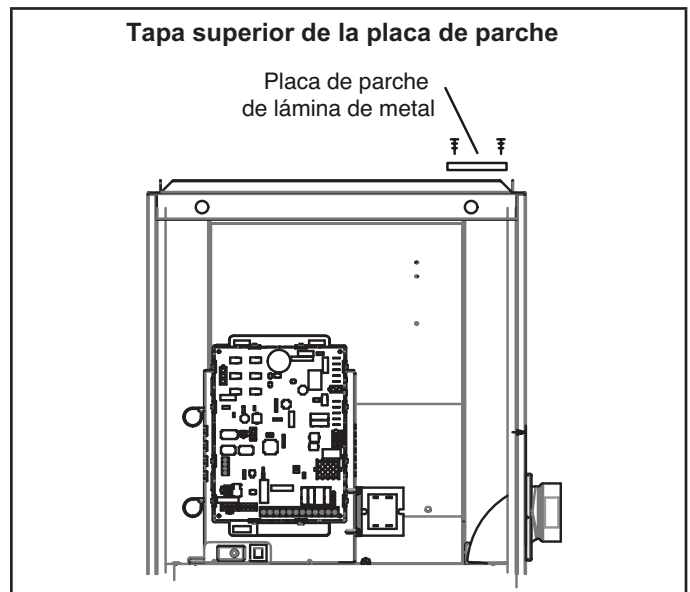

FIGURA 16
- 8 - Reutilice la placa de parche para cubrir el agujero en la tapa superior. Ver la FIGURA 16. Quite los dos tornillos que sujetan la tapa superior al calefactor en el lado derecho y reinstálela sujetando el borde derecho de la placa de parche y el lado derecho de la tapa superior al calefactor. Use dos tornillos para hoja metálica de autopercusión (incluidos) para terminar de sujetar el borde izquierdo de la placa de parche en el lado izquierdo.